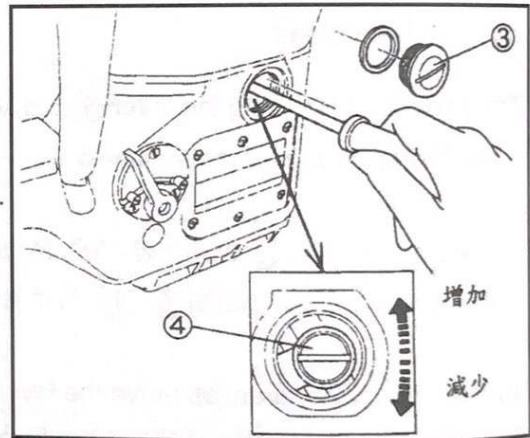

Fig.29
調整線架上的鬆緊度是靠螺母①-⑥取決於布線寬度和其它狀況。(Fig.29)
①-④：針的線（①：右針，④：左針）
⑤：上網線
⑥：下網線
- 如果調緊線時，以順時間方向調下①-⑥螺絲。
- 如果調鬆線時，以逆時間方向調上①-⑥螺絲。